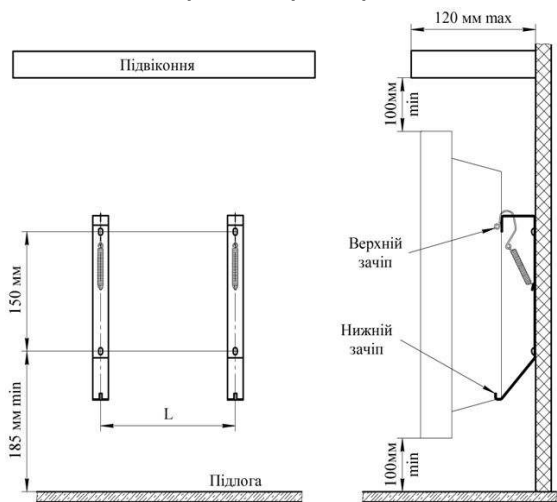

Рис. 1
4.5 Поєднайте прямокутні отвори на задній стінці конвектора з верхніми зачепами кронштейнів (рис. 1) і надіньте конвектор на зачепи.
Включати й експлуатувати конвектор дозволяється тільки в положенні, вказаному на рис.1 (повітрязабірною решіткою вниз). При першому включенні конвектора можливий запах від випаровування консерваційних матеріалів. Рекомендується провітрити приміщення.